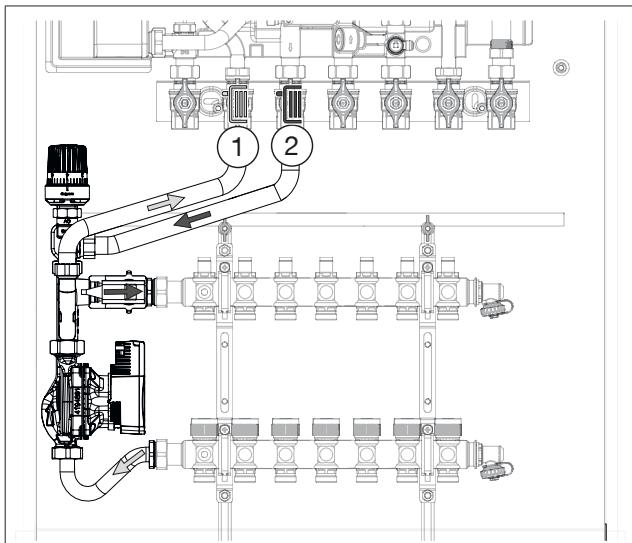

Fig. 4: Bouclage de l'eau de chauffage dans le module de réglage de la température de départ
(1)	Circuit de chauffage-retour
(2)	Circuit de chauffage-aller
La température de départ désirée est réglée à l'aide du régulateur de température (voir Fig. 2 en page 27 (9)). Dès que la sonde en applique (voir Fig. 2 en page 27 (4)) détecte une température de chauffage trop basse, le régulateur de température ouvre le robinet (voir Fig. 2 en page 27 (8)). De l'eau chaude de l'aller de la station d'appartement «Regudis W-HTE» entre dans le module de réglage de la température de départ et est mélangée avec l'eau de chauffage. Dès que la température de départ réglée est atteinte, le régulateur de température ferme le robinet. Le bouclage de l'eau de chauffage du module de réglage de la température de départ dans les circuits de chauffage individuels du distributeur/collecteur pour surfaces chauffantes (voir Fig. 4 en page 28) est effectué par le circulateur à haut rendement (voir Fig. 2 en page 27 (5)).
1. Raccorder le module de réglage de la température de départ au distributeur/collecteur pour surfaces chauffantes (Fig. 4 en page 28). Veillez au raccordement correct de l'aller et du retour.